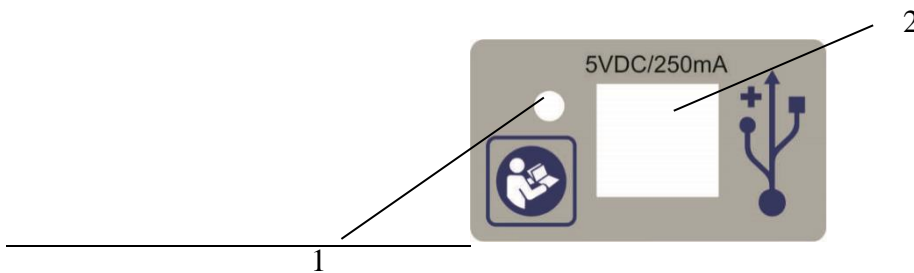

Fig. III.1.2 – Painel Lateral Direito
1. Inicialmente conectar o módulo ECG 12s PC ao computador. Através do cabo USB (cod. 1-1-116-021), interligar a uma porta USB do computador ao conector apropriado do ECG 12s PC (1 - Fig. III.1.2).
3. Conectar o cabo USB (cod. 1-1-116-021), interligando a porta USB disponível no computador ao conector apropriado do módulo de ECG 12s PC (1-1 Fig. III.1.2).